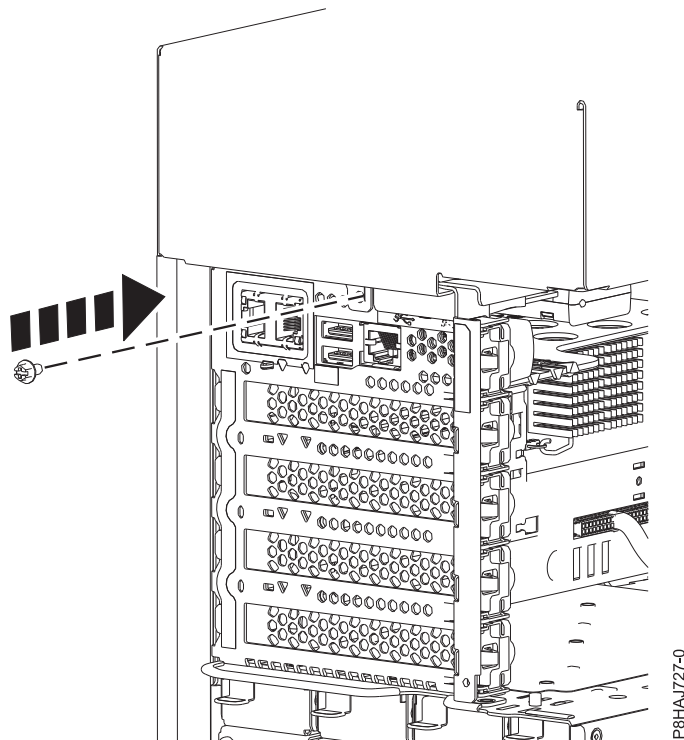

Figura 19. Colocación del tornillo de la cubierta lateral de 8286-41A
5. Ponga el tornillo posterior de la cubierta lateral con un destornillador de estrella, tal como se muestra en la Figura 19 en la página 37.